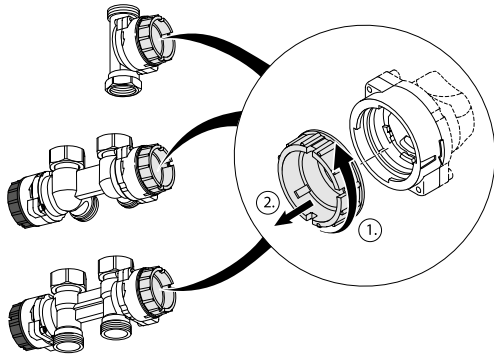

Fig. 16-1: Bypass rücklaufseitig abnehmen
- Den sandgelbfarbenen Bypass im Pumpenadapter ¼ Umdrehung gegen den Uhrzeigersinn drehen und vom Bajonettverschluss abnehmen (siehe Fig. 16-1). Den Bypass für spätere Wartungs- und Servicezwecke aufbewahren.